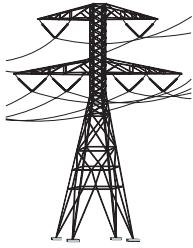

fig. 7
Le dos de la machine en outre est doté d'un serre-câble marqué d'un symbole (voir fig.7). Il sert à la connexion équipotentielle entre les différents appareils. La plaquette d'immatriculation reporte la puissance maximale, exprimée en watt (W) et en ampères (A), pour le calibrage de la ligne, du câble et des interrupteurs (voir chap. 1.7).